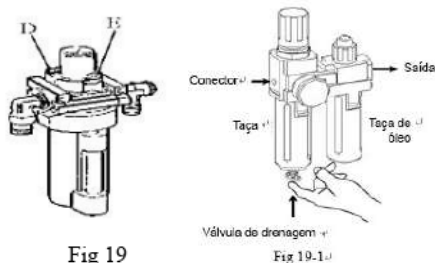

Fig 19
As peças danificadas devem ser substituídas por pessoal profissional, utilizando peças sobresselentes fornecidas pelo fabricante. (Fig. 19)
Verifique o nível de óleo no nebulizador de óleo; se necessário, volte a encher com óleo SAE30. Desaperte com a chave hexagonal (E). De acordo com a ligação de ar comprimido, prima primeiro o pedal de abertura/fecho do mordente ou o pedal de rotação do prato giratório 5 a 6 vezes e, em seguida, verifique se cai uma gota de óleo do dispositivo de nebulização de óleo. Para um funcionamento contínuo, prima duas vezes de cada vez e deve cair uma gota de óleo; caso contrário, ajuste o parafuso (D) que controla a entrada de óleo com uma chave de fendas. (Fig. 19)